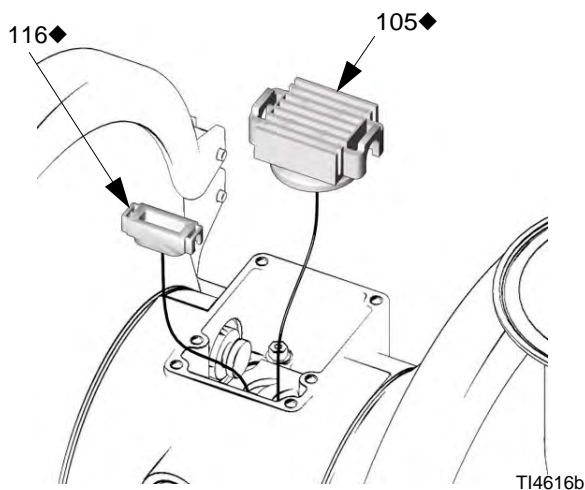

ABB.11
6. Die Unterseite des Schaltventils (116) fetten und so einbauen, dass dessen Zungen in die Nuten an den Enden der Führungsstifte (114) einrasten. Siehe ABB.11.
7. Die Unterseite des Mitnehmers (105) fetten. Siehe ABB.11.
8. Den Ventilmitnehmer (105) so anbringen, dass seine Zungen in die Nuten am schmalen Ende der Stellmotorkolben (111) einrasten. Siehe ABB.11.